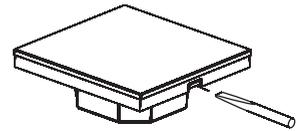

Рис. 4. Снятие лицевой панели
3.6. Отсоедините лицевую панель от корпуса, аккуратно поддев ее плоской отверткой (рис. 4).